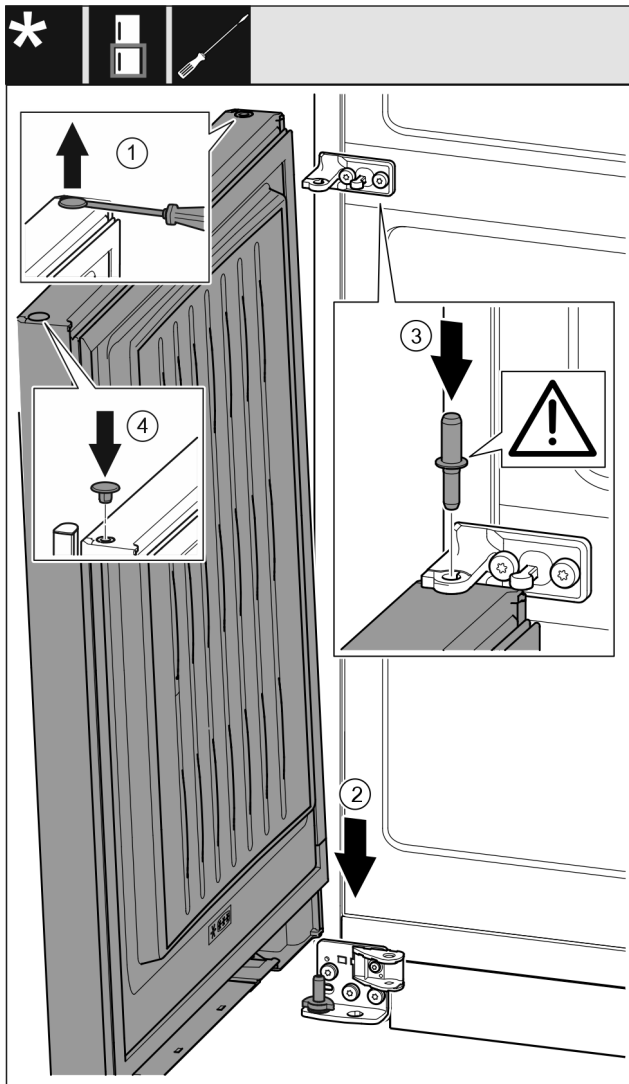

Fig. 29
- Ngrini lart me kujdes tapën Fig. 29 (1) me një kaçavidë me kokë petë dhe nxirreni jashtë.
- Futni derën Fig. 29 (2) nga lart mbi bulonin e rrotullimit poshtë.
- Futni në derën poshtë bulonin e rrotullimit në mes Fig. 29 (3), duke e kaluar përmes bazamentit mbështetës në mes. Këtu bëni kujdes që gunga ndaluese të jetë e kthyer nga poshtë.
- Vendosni sërish në vend tapën Fig. 29 (4) në anën tjetër të derës.